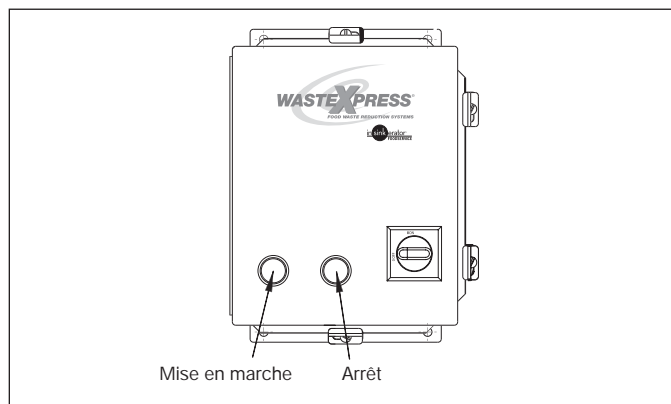

Figure 20.
6. Poussez sur le bouton de mise en marche du centre de commande (voir la figure 20). Le WX-101A et le broyeur se mettront en marche et de l'eau froide s'écoulera dans le broyeur.